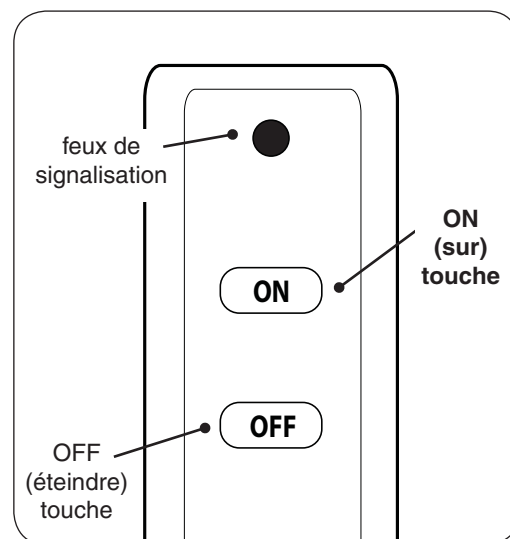

Fig. 28-2 Détail télécommande
2. Localiser la télécommande et appuyez sur la touche **ON** (sur). Voir Fig. 28-2. La séquence d'allumage commence.